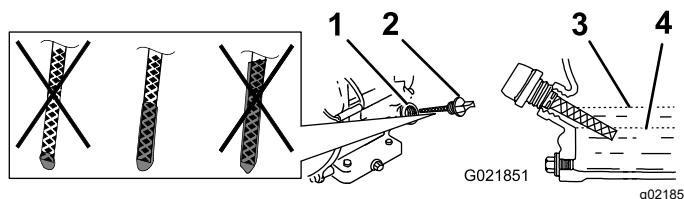

Figure 19
- Nettoyez la surface autour de la jauge (Figure 19) pour éviter de faire tomber des impuretés dans l'orifice de remplissage, ce qui endommagerait le moteur.
- Insérez la jauge au fond de l'orifice de remplissage, mais **ne la vissez pas** (Figure 19).
- Ressortez la jauge et examinez son extrémité. Si le niveau est trop bas, versez lentement une quantité d'huile suffisante dans le goulot de remplissage pour faire monter le niveau jusqu'au repère maximum sur la jauge (Figure 19).